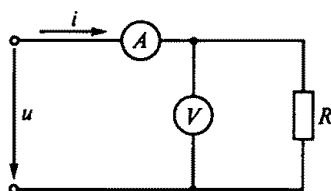

Рис. 68
3.5. Напряжение на зажимах цепи (рис. 68) $u = 100 \sin 314t$. Каковы показания амперметра и вольтметра в этой цепи, если $R = 100$ Ом.